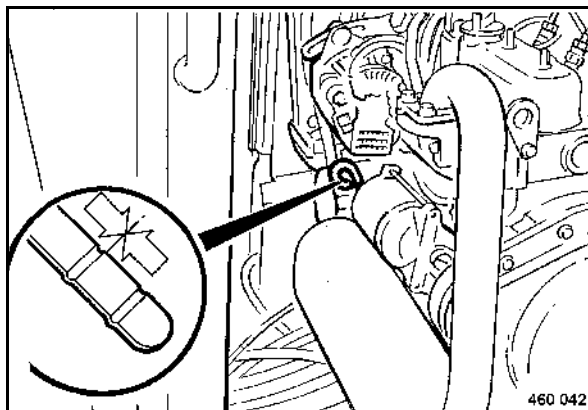

fig. 104
- Vérifier une nouvelle fois l'étanchéité et le niveau d'huile à la jauge après une courte course d'essai (fig. 104), si besoin rajouter de l'huile jusqu'au repère "MAX" de la jauge.